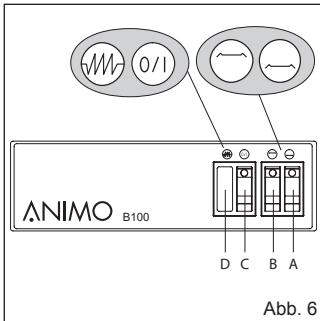

Abb. 6
6. BEDIENFELD (ABB. 6)
- Der Brühvorgang dauert 5 - 6 Minuten. Danach kann der Kaffee je nach Bedarf ausgeschenkt oder eventuell auf der oberen Warmhalteplatte warmgehalten werden. Diese Warmhalteplatte wird mit dem Schalter B (Abb. 6) eingeschaltet.
- Wenn der Kaffee längere Zeit nur warmgehalten wird, kann das Heizelement des Heißwasserspeicher mit dem Schalter C (Abb. 6) ausgeschaltet werden. Wenn danach erneut Kaffee gekocht werden soll, wird es einige Zeit dauern, bis der Heißwasserspeicher die richtige Temperatur erreicht hat.